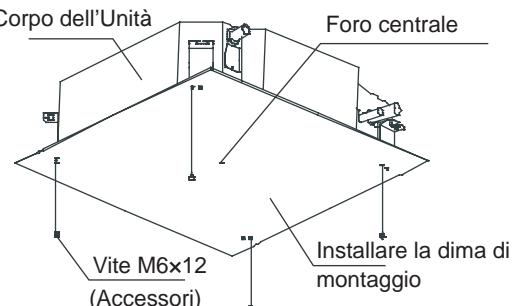

Fig. 3.8
- Dopo aver installato il corpo dell'Unità, fissare la piastra di installazione (accessorio 4) al condizionatore mediante bulloni M6X12 (accessorio 5). Prima di fare ciò, verificare le dimensioni e le posizioni dell'apertura del foro sul soffitto (vedi Fig. 3.8).